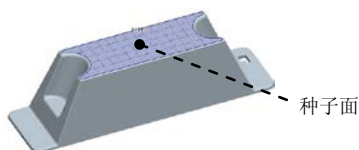

图 12.7 定义种子面
(1) 采用“种子面与边界面”的方法选取所需要的曲面。
(2) 下面先选取“种子面”，操作方法如下：将模型调整到合适方位，选取图 12.7 所示的上表面，该表面就是所要选择的“种子面”。